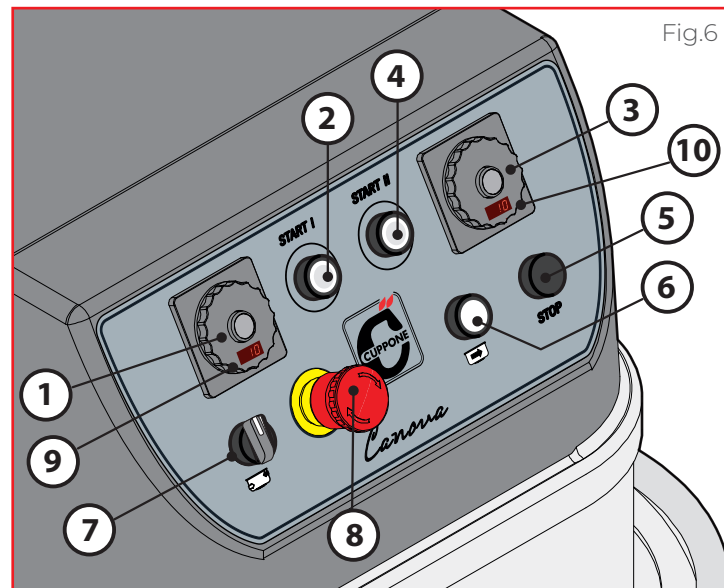

Fig.6
► Fig.6 La lavorazione può essere avviata in uno dei modi seguenti: